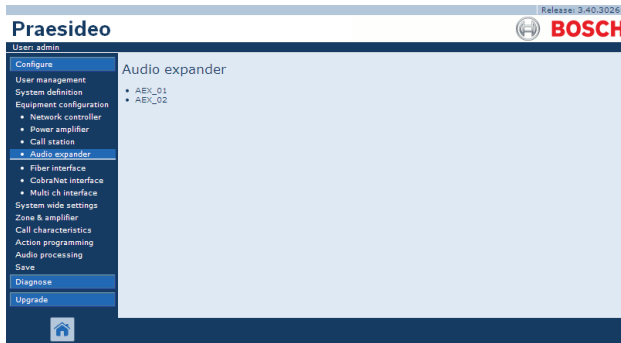

Abbildung 43.29: Konfiguration des Audio-Expanders, Schritt 1
- 1 Gehen Sie zu *Configure > Equipment configuration > Audio expander*. Im Main Frame der webbasierten Benutzeroberfläche wird ein Bildschirm angezeigt, der dem in Abbildung 43.29 gleicht.